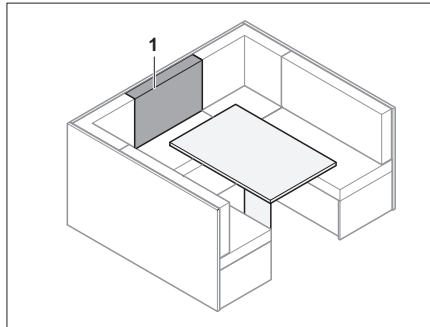

Fig. 148 Avant la transformation
- Placer le coussin de dossier (Fig. 148,1) sur la table devant le coussin supplémentaire.